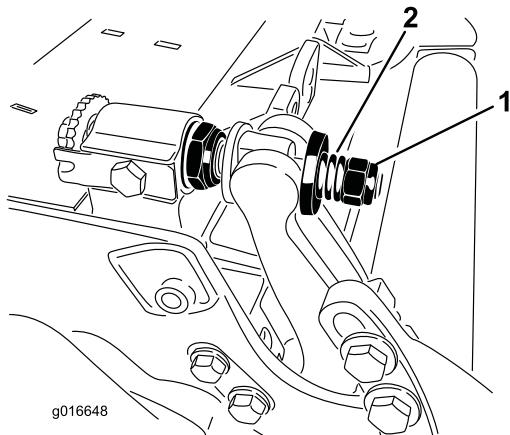

Figura 33
- Apriete la tuerca de tensado del muelle hasta que el muelle esté comprimido del todo, luego aflojela 1/2 vuelta (Figura 33).